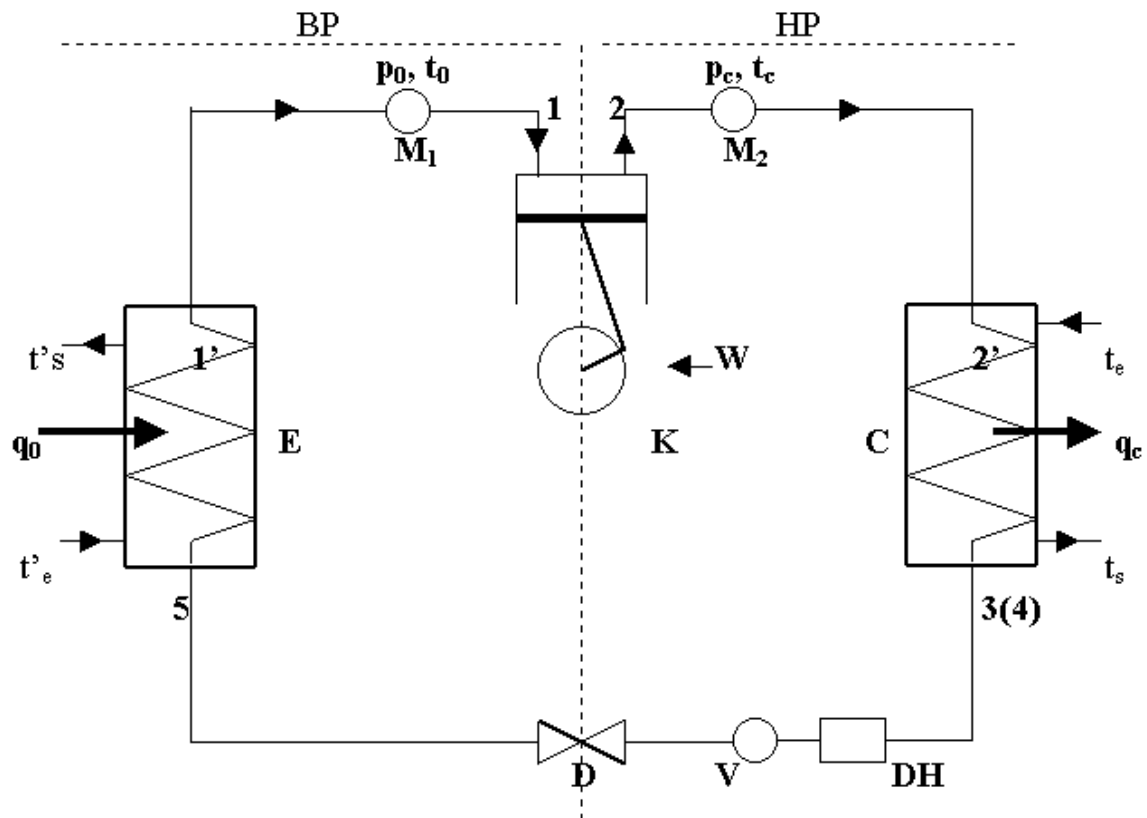

Fig. 9.1 : Schéma d'une machine frigo (masse de 1kg de fluide)
Une machine frigo (MF) comprend principalement quatre éléments principaux et divers accessoires (Fig. 9.1).